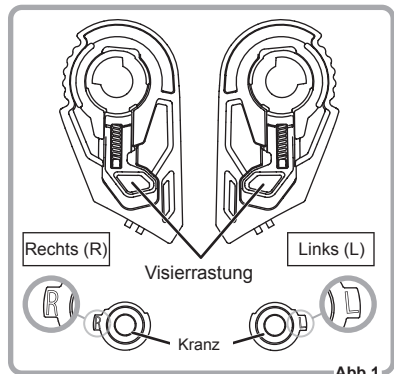

Abb.1
2. Drehen Sie die Kranzschraube an der Visierrastung mithilfe eines M4-Sechskantschlüssels (4 mm) gegen den Uhrzeigersinn und nehmen Sie Kranzschraube und Kranz ab. (Abb. 1)
- Überprüfen Sie die Seite der Visierrastung (Abb. 1).
- Schieben Sie den Haken der Visierrastung (L) in die Öffnung an der linken Seite des Kinnbügels und befestigen Sie den Kranz (L).